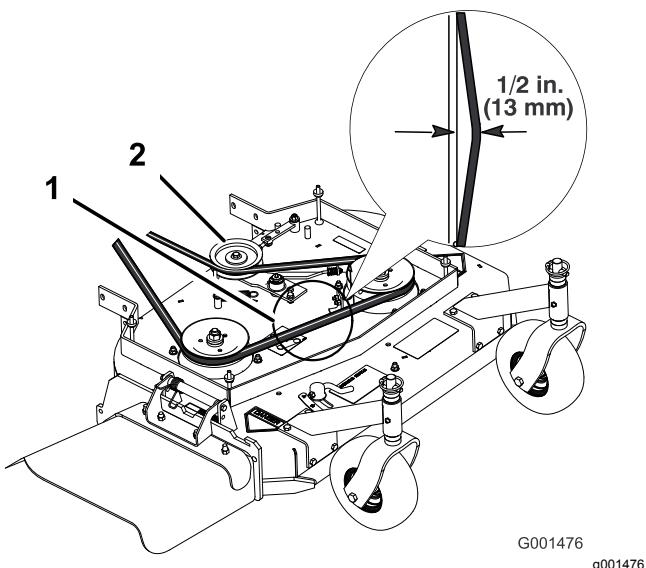

Figure 44
Remarque: La tension correcte de la courroie du tablier de coupe se situe entre 44 à 67 N·m (10 à 15 pi-lb) avec une flèche de 13 mm ($\frac{1}{2}$ po) à mi-chemin entre les poulies (Figure 44).
- Desserrez le contre-écrou sur le tendeur (Figure 44).
- Tournez le tendeur vers l'arrière de la tondeuse pour augmenter la tension sur la courroie. Tournez le tendeur vers l'avant de la tondeuse pour réduire la tension sur la courroie (Figure 44).
(10 à 15 pi-lb) avec une flèche de 13 mm (1/2 po) à mi-chemin entre les poulies (Figure 44).